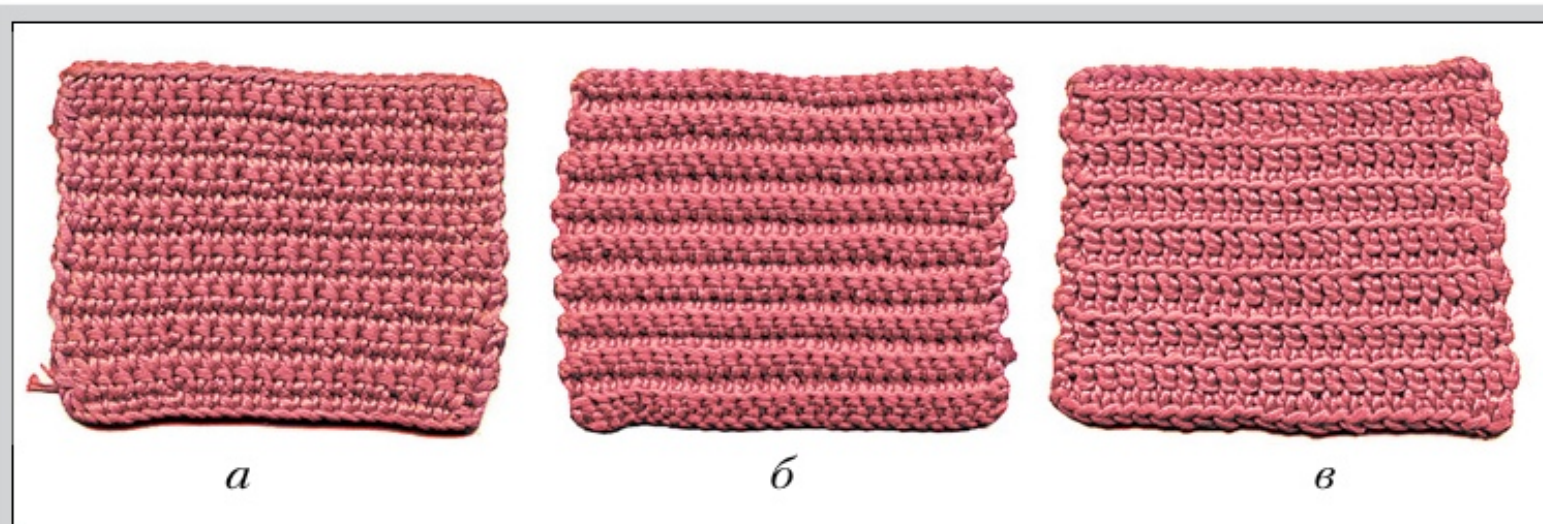

Рис. 122. Образцы вывязывания полотна столбиками без накида: *а* — под обе нити петли; *б* — под заднюю нить петли; *в* — под переднюю нить петли
1. Выполните три образца столбиками без накида, вводя крючок в первом образце под *обе нити* петли (рис. 122, *а*), во втором
образце под *заднюю нить* петли (рис. 122, б), в третьем — под *переднюю нить* петли (рис. 122, в).